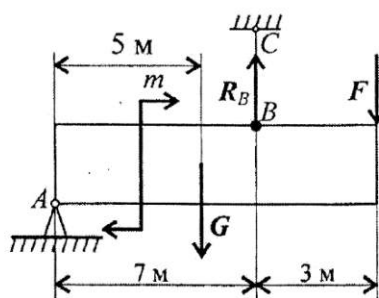

Рис. 26
**Пример 2.** Однородная жесткая плита с силой тяжести  $10 \text{ кН}$ , нагруженная силой  $F = 4,5 \text{ кН}$  и моментом  $m = 3 \text{ кН}\cdot\text{м}$ , оперта в точке  $A$  и подвешена на стержне  $BC$  (рис. 26). Подобрать сечение стержня в виде швеллера и определить его удлинение, если длина стержня  $1 \text{ м}$ , материал — сталь, предел текучести  $570 \text{ МПа}$ , запас прочности для материала  $1,5$ .